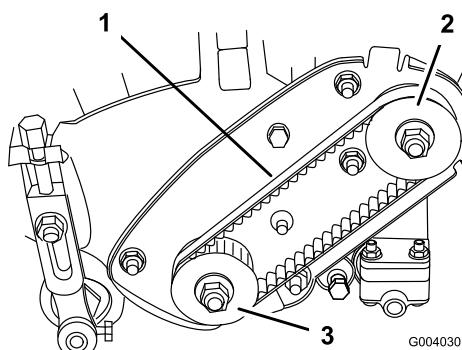

Figura 31
2. Compruebe la tensión presionando la correa (Figura 31) en el punto intermedio entre las poleas con una fuerza de  $1,8 \pm 0,5$  kg. La correa debe desviarse entre 4,8 y 7,9 mm. Si la desviación no es la correcta, continúe con el paso siguiente.